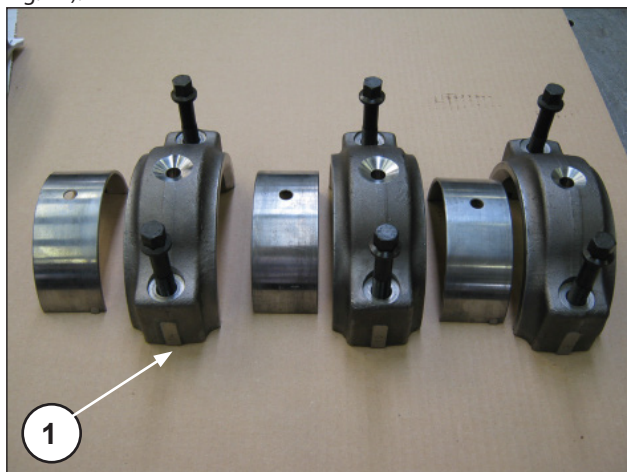
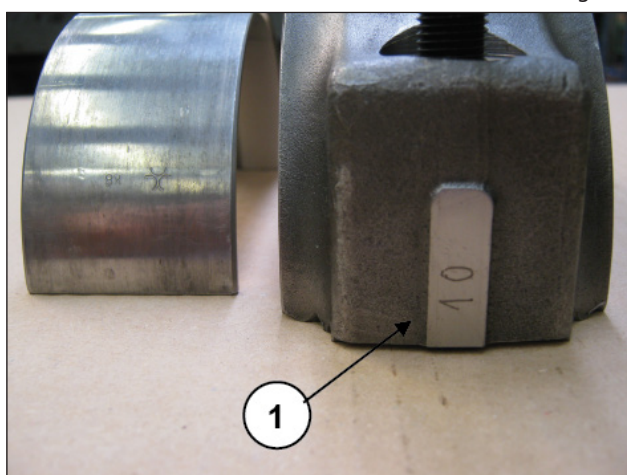

Fig. 41
Fig. 42
Accoupler les demi-bielles aux chapeaux préalablement démontés en suivant la numérotation (rep. ①, Fig. 41 et Fig. 42).